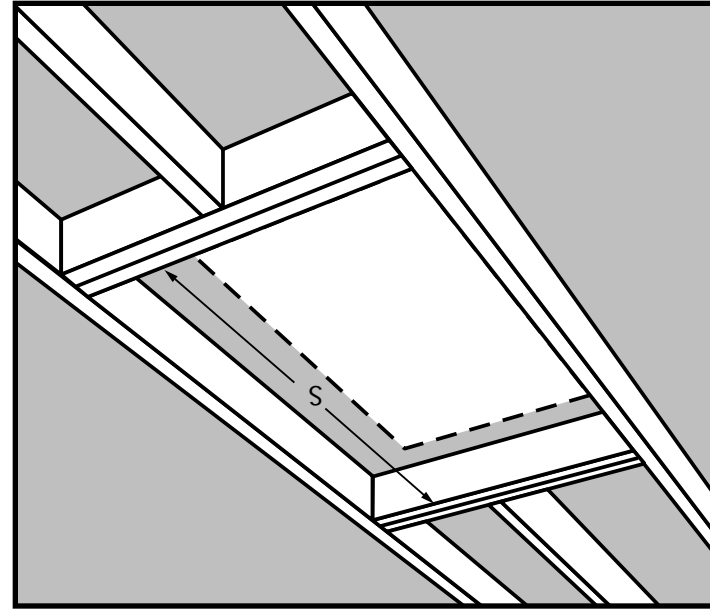

Figura 18
PASO 1. Mida la longitud "S" del travesaño longitudinal entre los travesaños (Figura 18).
PASO 3. Si la viga de cielo raso no proporciona un lado del marco, entonces corte un segundo travesaño longitudinal con la misma longitud del primer travesaño longitudinal. Observe que sólo se necesita un travesaño longitudinal en la Figura 18 porque la viga del cielo raso proporciona un lado del marco.